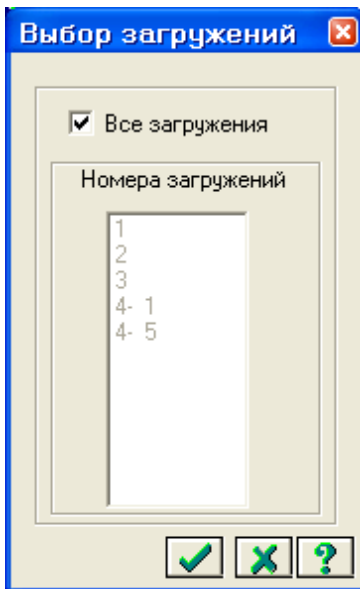

Рис.4.28. Диалоговое окно **Выбор загрузений**
- В новом окне **Выбор загружений** (рис.4.28), при установленном флажке **Все загрузки**, щелкните по кнопке  – **Подтвердить**.